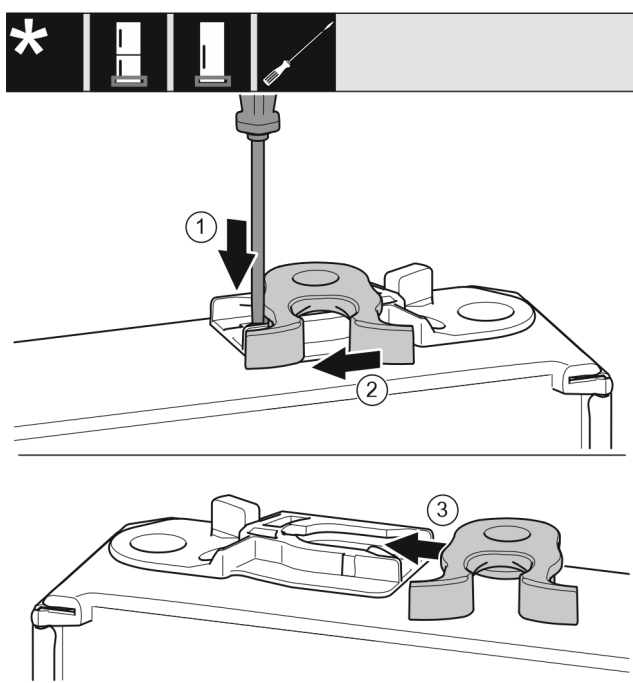

Fig. 17
- ▶ С плоска отвертка натиснете езичето надолу. Fig. 17 (1)
- ▶ Извадете затварящата кука от водача. Fig. 17 (2)
- ▶ Вкарайте затварящата кука във водача от другата страна. Fig. 17 (3)